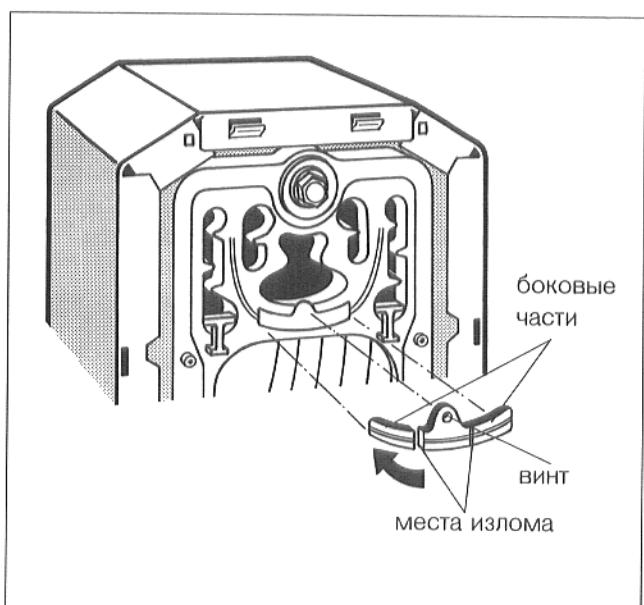

Рис. 33
- Положить запорный элемент топочного газа на подкладку так, чтобы место, предусмотренное для излома, не прилегало к подкладке (рис. 33).